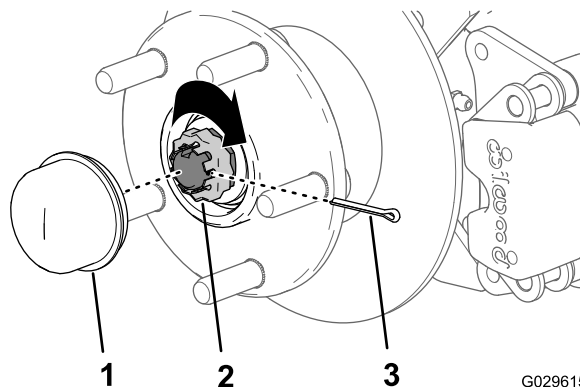

Figura 36
- Coloque el retén sobre la tuerca y compruebe la alineación de la ranura del retén y el taladro de la chaveta del eje (Figura 36).
- Instale la chaveta y doble las patas alrededor del retén (Figura 36).
- Instale el tapón guardapolvo sobre el cubo (Figura 36).